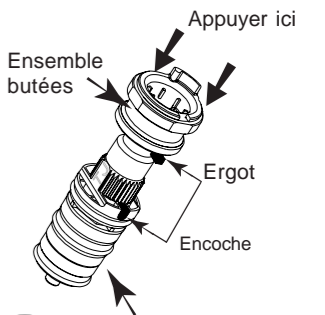

Fig. 7
- Engager à **fond** l'ensemble butées sur la cartouche en orientant l'ergot avec l'encoche (fig. 7).